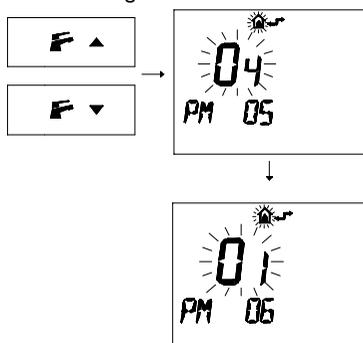

fig. 8.6
- 5 Premere i pulsanti **F ▲** o **F ▼** per visualizzare la programmazione “**PM 06**” Tipo gas secondo livello fig. 8.6